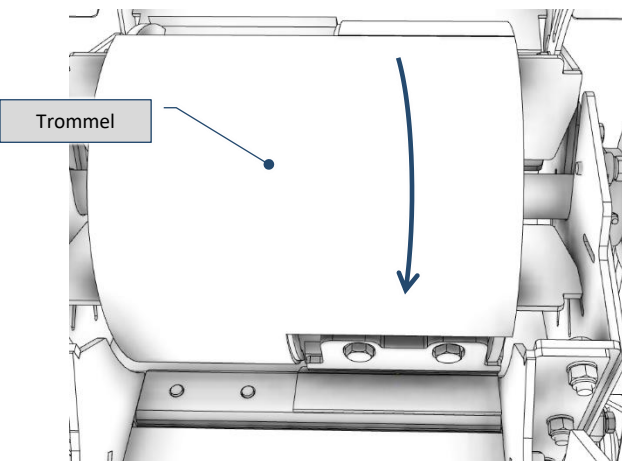

Abb. 9-34 – Drehen der Trommel
- 10) Drehen Sie die Trommel, bis sich die am wenigsten geschärfte (breitere) Klinge auf gleicher Höhe mit der Gegenklinge befindet (Fig. 9-34);